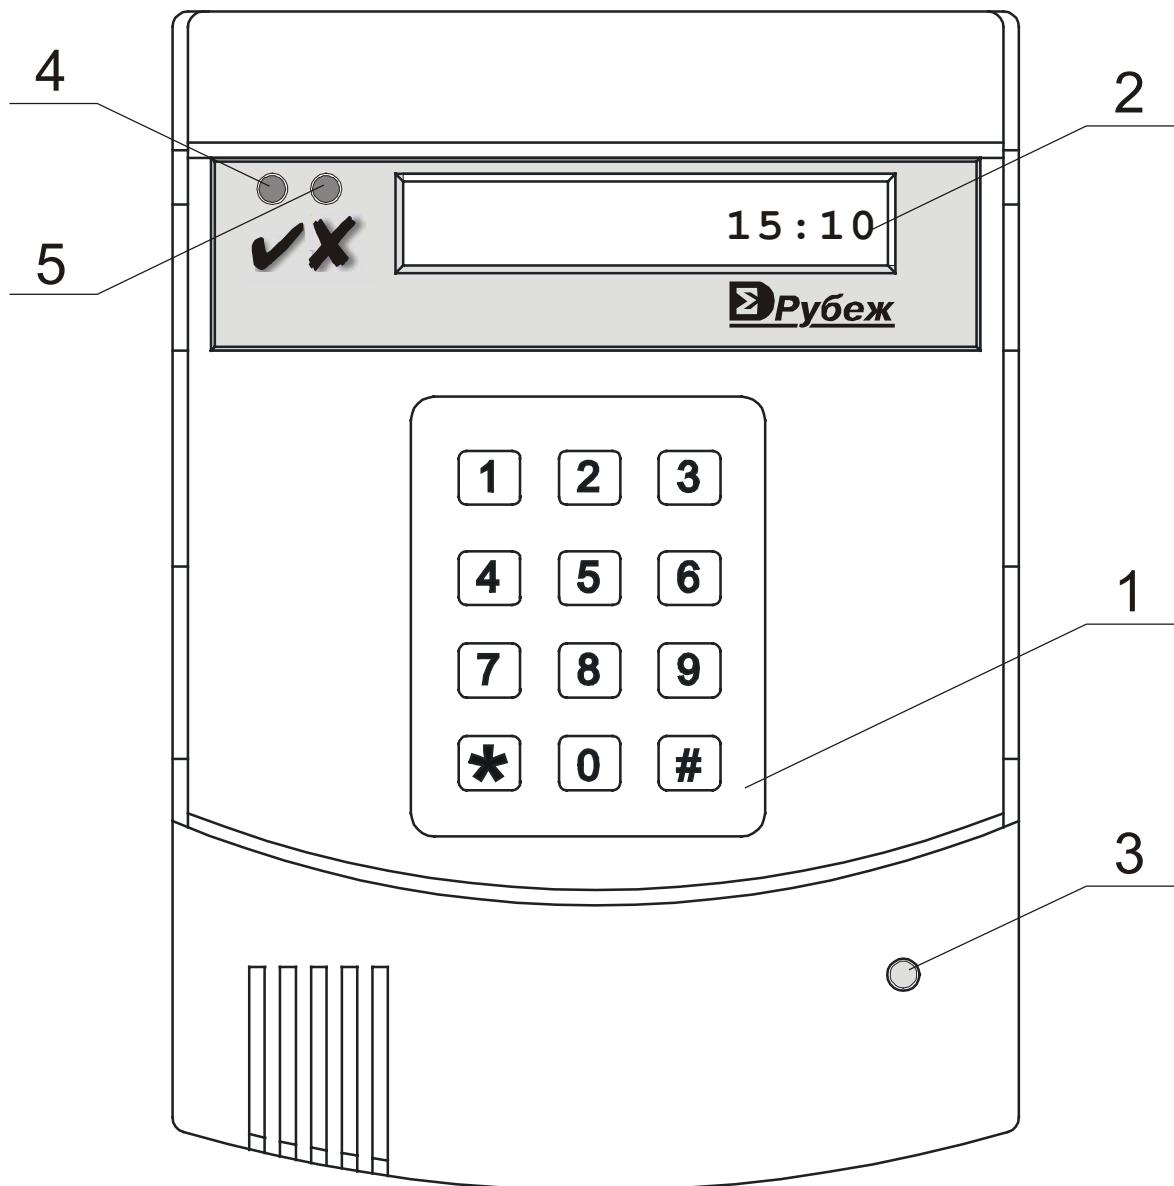
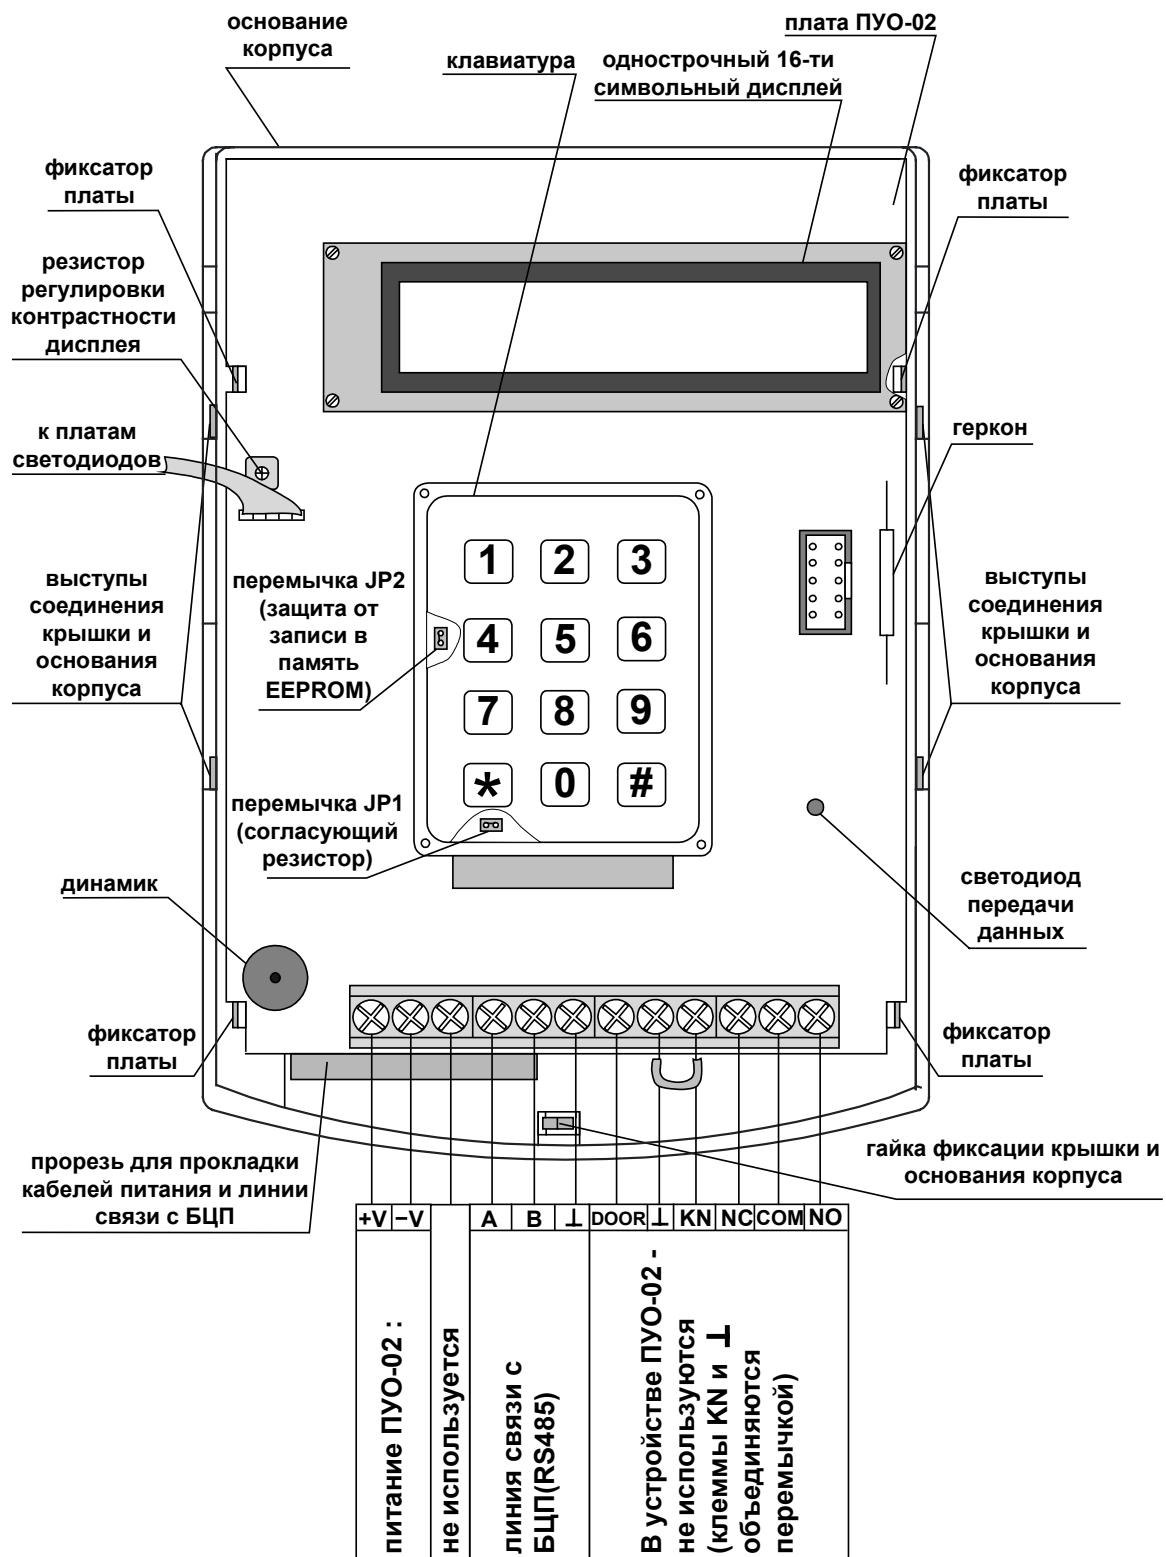

Рис. 1 Внешний вид ПУО
Рис. 4 Основание корпуса и схема подключения ПВО
В составе прибора ПУО (Рис. 1) используется в качестве сетевого устройства и подключается по линии связи к БЦП по интерфейсу RS-485 . Если ПУО является последним устройством в линии RS-485 – необходимо установить перемычку JP1 соглашующего резистора (120 Ом).
- ввод данных пользователем с клавиатуры (1, Рис. 1);
- отображение принятых от пользователя и от БЦП данных на экране дисплея(2, Рис. 1);
- звуковую и светодиодную индикацию режимов работы с помощью элементов ПУО(3, 4, 5, Рис. 1).
- индикатор сигнала “ОШИБКА”- красный на корпусе(5,Рис. 1). При поступлении сигнала “ОШИБКА” происходит трехкратное включение индикатора на 0,5 с.
- индикатор сигнала подтверждения выполнения операции “OK” - зеленый на корпусе(4,Рис. 1) ;
- индикатор сетевого режима схемы приемопередатчика RS-485 -красный, на корпусе(3,Рис. 1);
ПУО конструктивно выполнен в пластмассовом разъемном корпусе (Рис. 1) и состоит из крышки (Рис. 3) и основания корпуса (Рис. 4). Корпус ПУО обеспечивает степень защиты IP20. В пазах крышки корпуса закреплена откидывающаяся защитная на-кладка, в случае необходимости закрывающая “окно” экрана и клавиатуру. На внутренней стороне крышки корпуса размещены - магнит геркона, обеспечивающий защиту от несанкционированного вскрытия корпуса, и светодиоды индикации, вклю-
На плате под клавиатурой (Рис. 4) располагаются перемычки JP1 согласующего сопротивления (необходимо замкнуть если устройство является последним СУ), JP2 (защита от записи в память EEPROM – должна быть замкнута) и светодиод передачи данных.
Плата устройства (Рис. 4) закреплена на основании корпуса с помощью 4 фиксаторов. Однострочный 16-символьный дисплей с подсветкой установлен и закреплен на 4-х стойках. Клавиатура также установлена на 4-х стойках. Для вскрытия корпуса ПУО необходимо отвернуть винт (Рис. 3) – нажать на основание корпуса, освобождая выступы на боковых сторонах (Рис. 4), и потянув крышку корпуса – вверх – отсоединить основание и крышку корпуса. При этом – необходимо помнить, что крышка и основание – соединены шлейфом светодиодных плат.
Кабеля питания и линии связи с БЦП при монтаже – пропускаются через прорезь в основании корпуса (Рис. 4).
Схема подключения ПУО приведена на Рис. 4.
Если ПУО является последним устройством в линии связи RS-485, перемычку JP1 (Рис. 4) согласующего сопротивления необходимо замкнуть.
L	Объединяются перемычкой с клеммой KN(Рис. 4).
KN	Объединяются перемычкой с клеммой L (Рис. 4).
JP1	Подключение оконечного резистора линии связи (при установленной перемычке) – если устройство является последним СУ (Рис. 4).
HL4	Индикация сигнала передачи данных по RS-485 (на плате, под клавиатурой, Рис. 4).